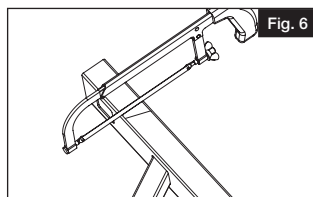

Fig. 6
- a. Coloque las cubiertas del soporte del travesaño en los extremos del barandal (Fig. 6).
- b. Coloque los soportes en ambos extremos del travesaño inferior (asegúrese de usar soportes que no tengan orificios laterales) (Fig. 6).
Fije cada soporte de travesaño superior con cuatro tornillos #10 de 2" (Fig. 6). Fije cada soporte de travesaño inferior con cuatro tornillos #10 de 1½".
Retire las pinzas del kit de escalera de los postes. Corte a lo largo de las cuatro marcas en ángulo en los travesaños (Fig. 6).